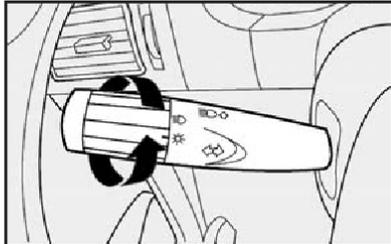

fig. 51
1) Seletor para a temperatura do ar **A-fig. 51** totalmente posicionado à esquerda.
**Luzes de posição - fig. 51**